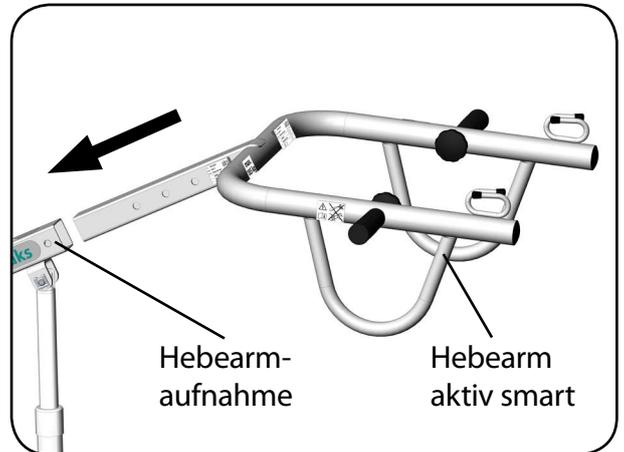

Abb. 8.7.02 - Hebearm aktiv smart einstecken
3. Stecken Sie den Hebearm aktiv smart in die Hebearmaufnahme (Abbildung 8.7.02).
4. Sichern Sie den Hebearm aktiv smart mit dem Rohrklappstecker (Abbildung 8.7.02).